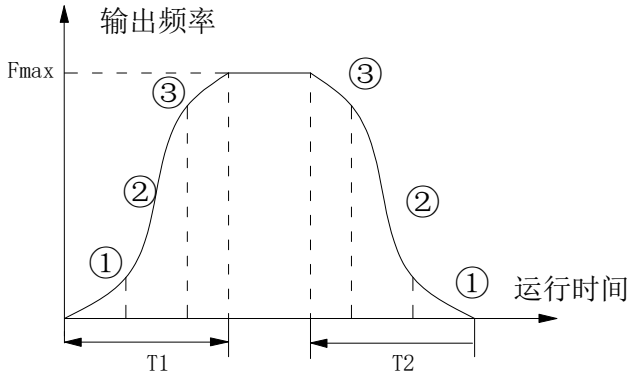

图 F1-3 S 曲线加减速
变频器在加减速过程中，输出频率与加减速时间为 S 曲线关系，按照 S 形曲线递增或递减，如图 F1-3 的曲线所示。
S 曲线起始段时间如图 F1-3 中的①所示，是输出频率的斜率从零逐渐增大的阶段。
S 曲线上升段时间如图 F1-3 中的②所示，是输出频率的斜率保持恒定的阶段。
S 曲线结束段时间如图 F1-3 中的③所示，是输出频率的斜率从大逐渐减小到零的阶段。